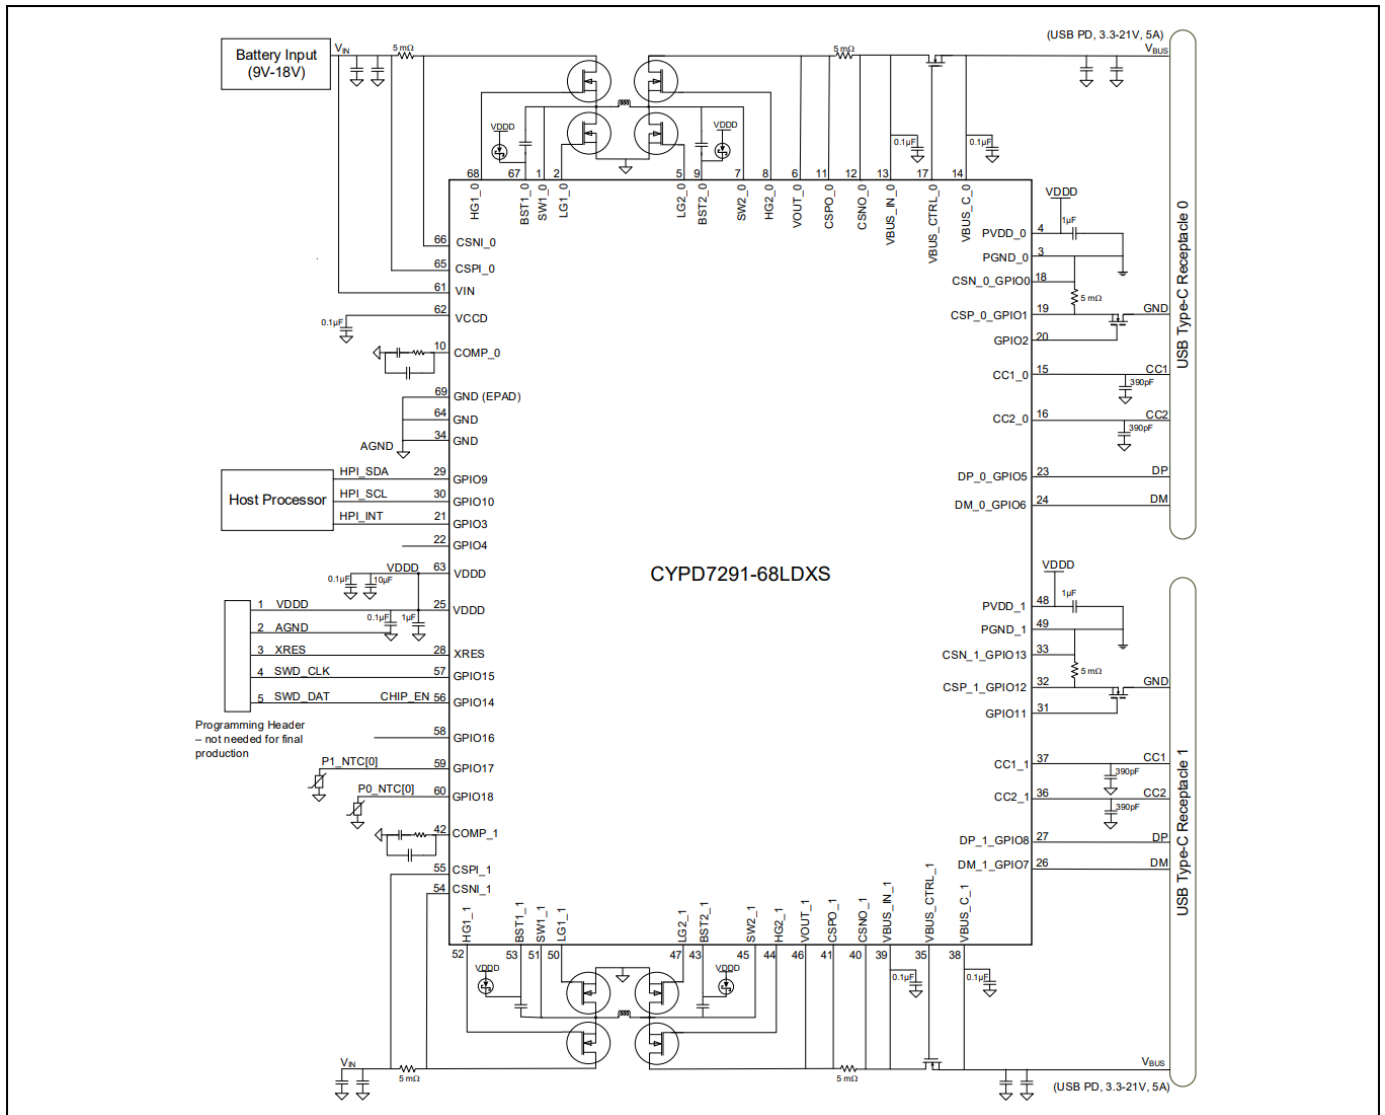

图14 EZ-PD™ CCG7D主机 (HU) 充电器应用图
图 14 显示了使用 EZ-PD™ CCG7D 器件的典型车载充电器应用框图。车载充电器（也称为中央堆栈）位于仪表盘或控制台的中央显眼位置。它们由汽车电池供电，用于为手机/平板电脑充电，并通过 USB 数据通信进行媒体传输。在此应用中，EZ-PD™ CCG7D 始终充当 DFP 角色，支持设备充电。它与连接的设备协商功率，并使用集成的降压-升压控制器提供所需的电压和电流。
表 4 **图 14**应用图的主机 (HU) GPIO 引脚映射